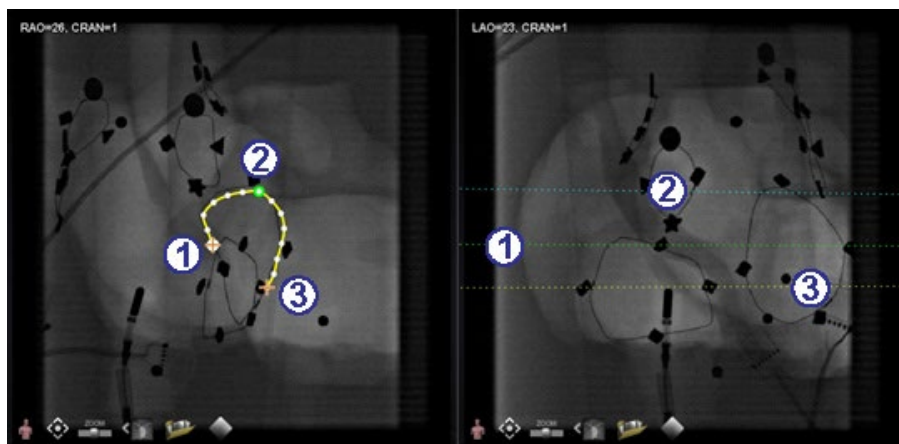

Figure 125. Points proximaux, sélectionnés et distaux
- ① La ligne en pointillés verte indique la ligne épipolaire du point proximal. Dans la **Figure 125**, le point d'ancrage proximal a un cercle plein derrière la croix orange.
- ② La ligne en pointillés jaune indique la ligne épipolaire du point distal
Dans l'image ci-dessous (**Figure 125**), le point d'ancrage proximal **(1)**, le point sélectionné **(2)** et **(3)** le point d'ancrage distal sont tous représentés. Pour annuler la sélection, cliquez ailleurs sur l'image.